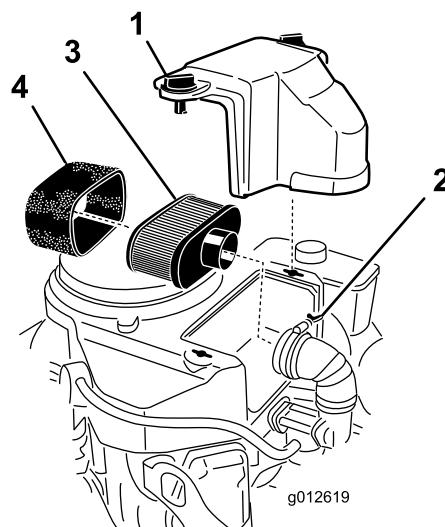

Figure 37
3. Nettoyez la surface autour du filtre à air pour éviter que des impuretés n'endommagent le moteur en tombant à l'intérieur (Figure 37).
4. Dévissez les boutons du couvercle et déposez le couvercle du filtre à air (Figure 37).
5. Dévissez le collier et déposez le filtre à air (Figure 37).
6. Sortez délicatement l'élément en mousse de l'élément en papier (Figure 37).
1. Glissez délicatement l'élément en mousse sur l'élément en papier (Figure 37).
2. Posez le filtre à air complet sur sa base ou sur le flexible et fixez-le en position (Figure 37).
3. Mettez le couvercle du filtre en place et serrez le bouton (Figure 37).